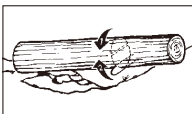

Fig. 13C
3. Stamme støttet i begge ender: Stamme støttet i begge ender: Sag først over stamme 1/3 diameter av stammen for å unngå flising. Sag deretter under stamme for å møte første skår og unngå flising (Fig. 13C).